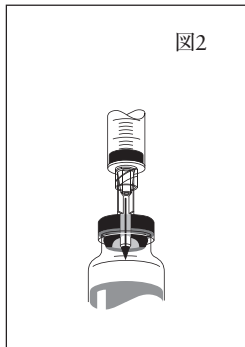

図2
- 4) 青い矢じり付きバイアルアクセスをバイアルのゴム部の中心に、バイアルアクセスの肩の部分がゴム部表面に触れるまで挿入する（図2）。